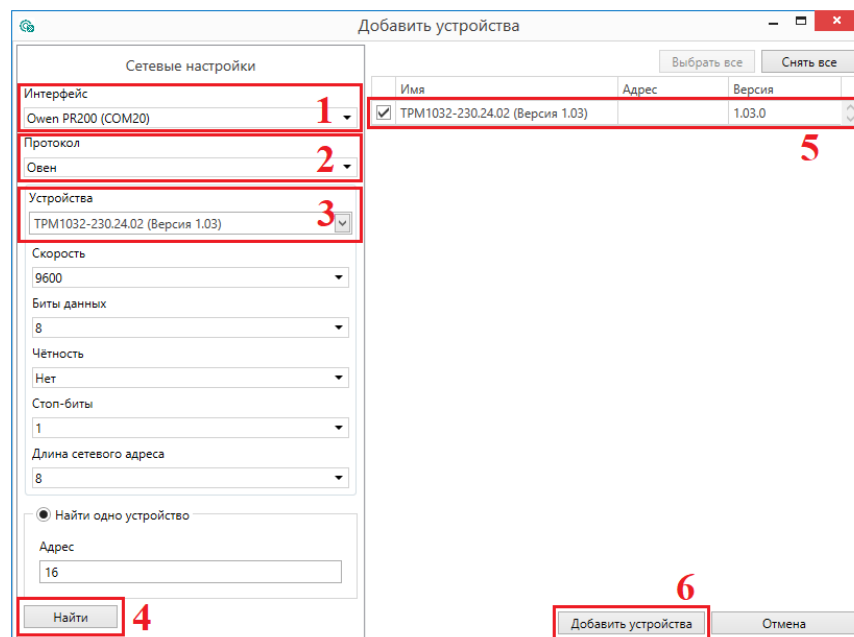

Рисунок 6.2 – Настройки связи с устройством
6. Выбрать интерфейс «Устройство с последовательным интерфейсом USB» (см. рисунок 6.2, 1). Номер COM порта, присвоенный прибору можно узнать в Диспетчере устройств Windows.
7. Выбрать протокол **ОВЕН** (см. рисунок 6.2, 2).
8. Выбрать устройство (Пункт 3 на рисунок 6.2). Модификация прибора указана на боковой стороне прибора.
9. Выбрать «Найти одно устройство», если добавляется один прибор. Запустить поиск нажатием на кнопку «Найти» (см. рисунок 6.2, 4).
10. Выделить найденное устройство (см. рисунок 6.2, 5).
11. Добавить устройство в проект Конфигуратора по нажатию кнопки «Добавить устройства» (см. рисунок 6.2, 6).